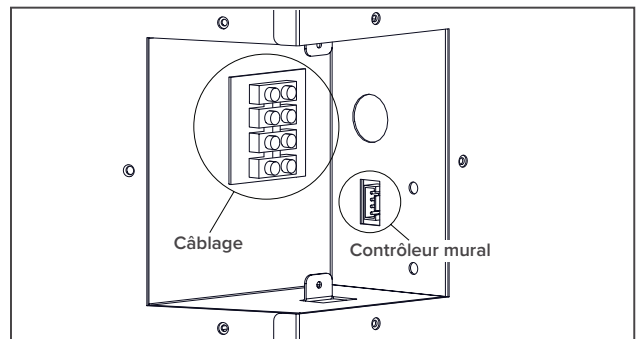

Fig. 21
- Avec l'appareil dans la charpente brute, insérez-le suffisamment dans l'enceinte pour acheminer les fils d'alimentation vers le bloc de connexion (**Fig. 21**).